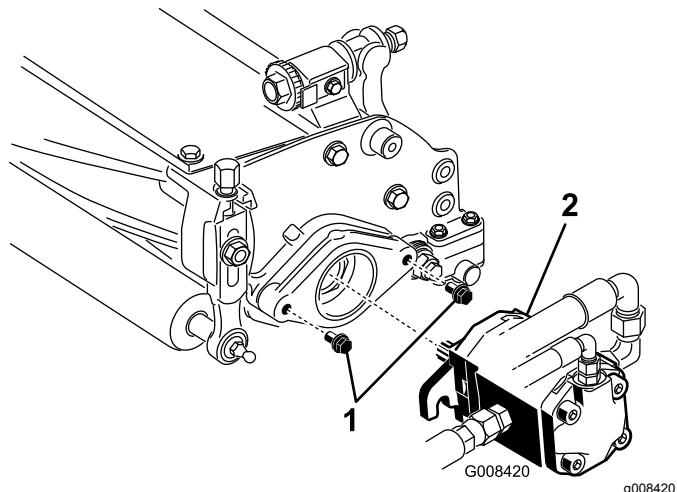

图11
7. 确保每个滚刀驱动马达安装螺栓都有大约 13mm 的螺纹露在外面图11。
8. 在马达的花键轴涂抹干净的润滑脂然后安装马达首先顺时针旋转马达使马达法兰脱离螺栓。逆时针旋转马达直至法兰环绕住螺栓图11。
9. 然后旋紧安装螺栓图11。